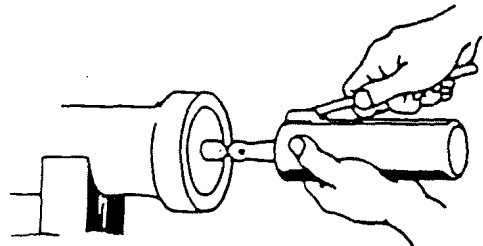

图 1-4
6. 指定的润滑部位,必须使用指定油脂涂施润滑,见图 1-4。